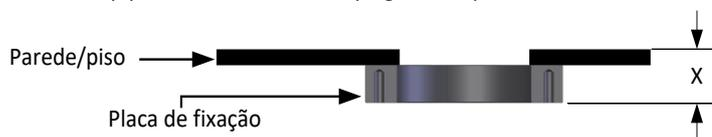

Figura 19: Medição da profundidade de inserção
1. Assim que a placa de fixação tenha sido soldada na sua posição sobre a abertura de tamanho adequado, a distância da face exterior da placa de fixação até à parede interna (x) deve ser medida (Figura 19).